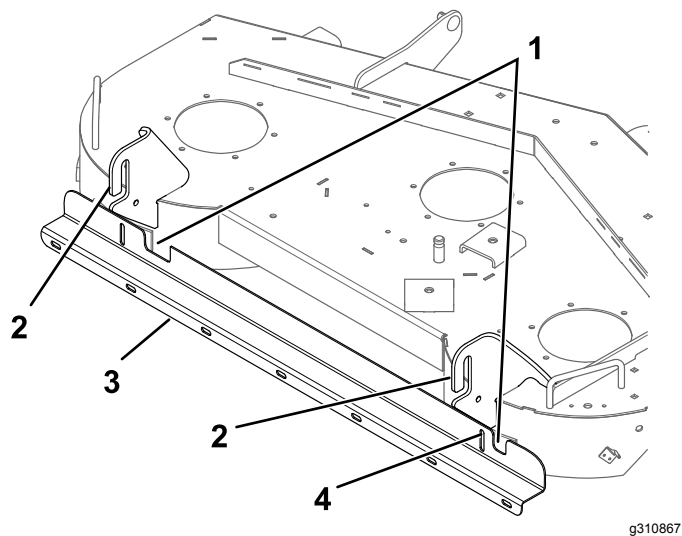

Figura 3
3. Utilizzando la staffa come modello, marcare e praticare un foro nel pattino destro utilizzando una punta per trapano da 9/32" (Figura 3).